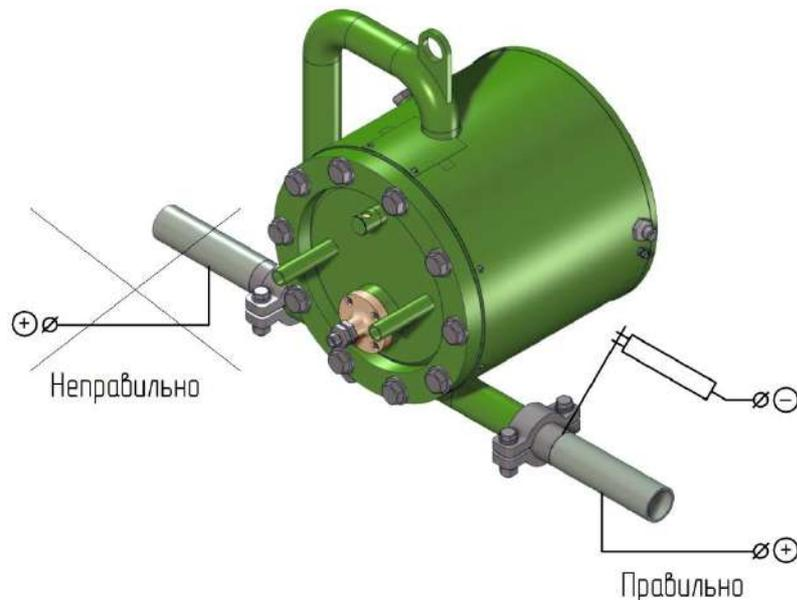

Рисунок 2.2 – Подключение источника тока при электродуговой сварке с использованием счетчика
- при монтаже с использованием электродуговой сварки источник тока подсоединяется таким образом, чтобы сварочный ток не протекал через счетчик – см. рисунок 2.2.